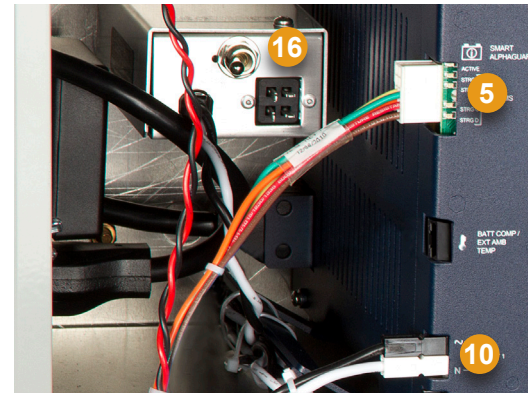

Fig. 2-18, Conexiones del arnés SAG, AlphaDOC y SPI
8. Conecte el arnés de SAG a la conexión de SAG (5) (vea la Fig. 2-18).